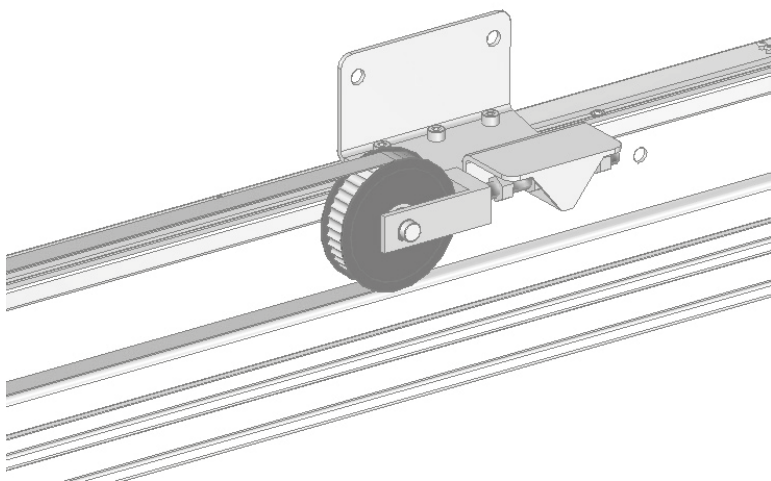

Fig. 11
- Après avoir vérifié l'alignement correct entre la poulie moteur et la poulie libre, tendre la courroie jusqu'à une force de tension deN (Fig. 11).